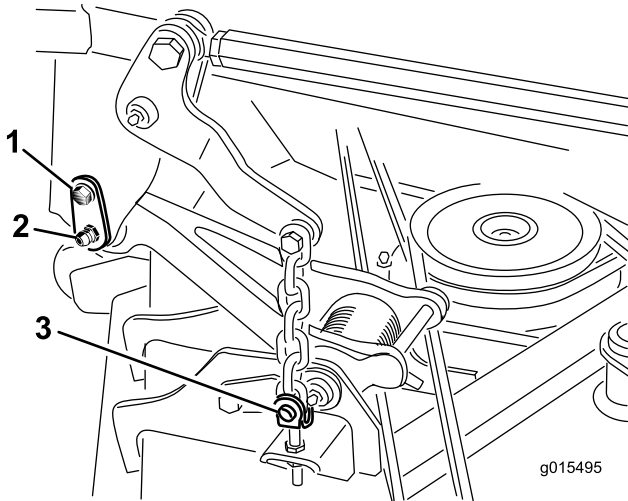

Bild 1
- Entfernen Sie die Ansatzschraube, mit denen der Befestigungsstift am Trägerrahmen befestigt ist (Bild 1).
8. Entfernen Sie die vier Ringstifte und die Lastösenbolzen, mit denen die Mähwerkhubketten an den Einstellastösenbolzen am Mähwerk befestigt sind (**Bild 1**).